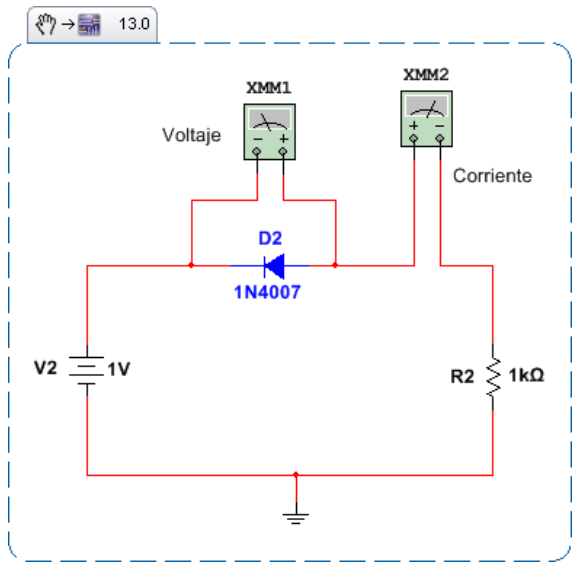

Figura 5. Circuito para la polarización inversa del diodo.
- Arme el circuito de la figura 5 en el simulador Proteus y tome las medidas solicitadas en la tabla 2.
- En el protoboard, arme el circuito de la figura 5. Antes de encender la fuente de alimentación considere lo siguiente: